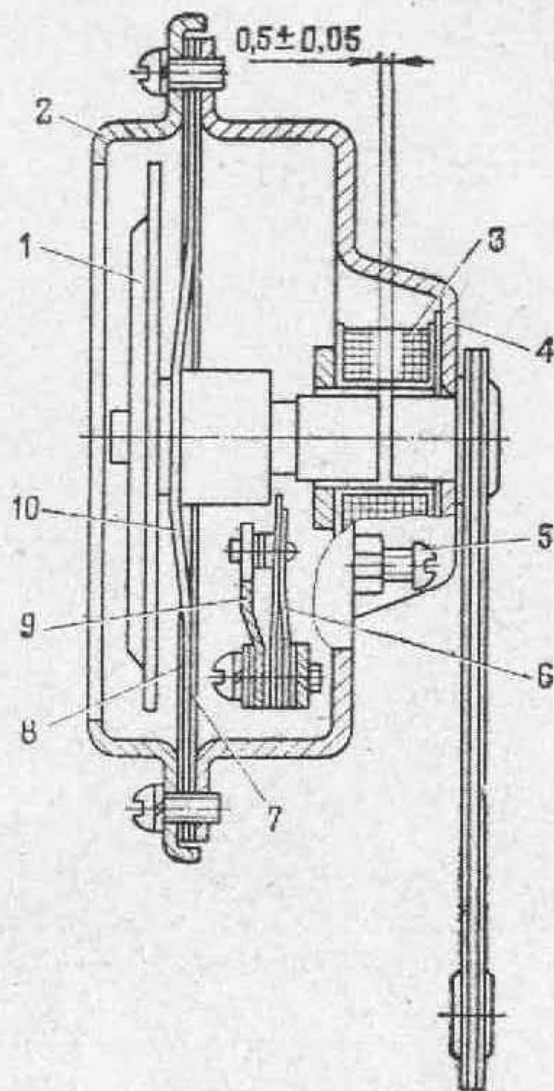

Рис. 104. Звуковой сигнал:
**Звуковой сигнал** (рис. 104) вибрационного типа, установлен в моторном отсеке. Сигнал подключен к системе электрооборудования по двухпроводной схеме. В случае появления хрипа или снижения громкости звучания поверните в ту или другую сторону регулировочный винт, головка которого находится на задней стенке корпуса сигнала.